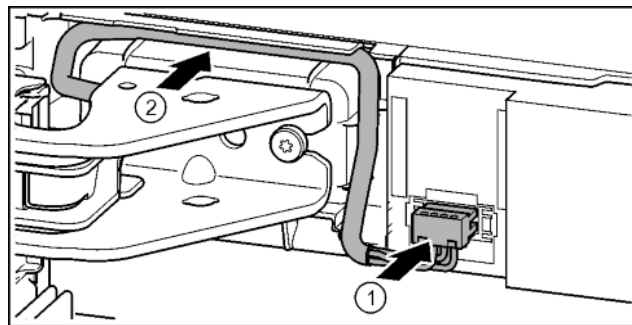

Fig. 42
- ▶ Wcisnąć wtyczkę nad górną płytką zawiasu i ostrożnie ułożyć w kanale skrętkę kablową. Fig. 42 (1)
- ▶ Szary kabel ostrożnie ułożyć w przewodnicy nad górną płytką zawiasu. Fig. 42 (2)